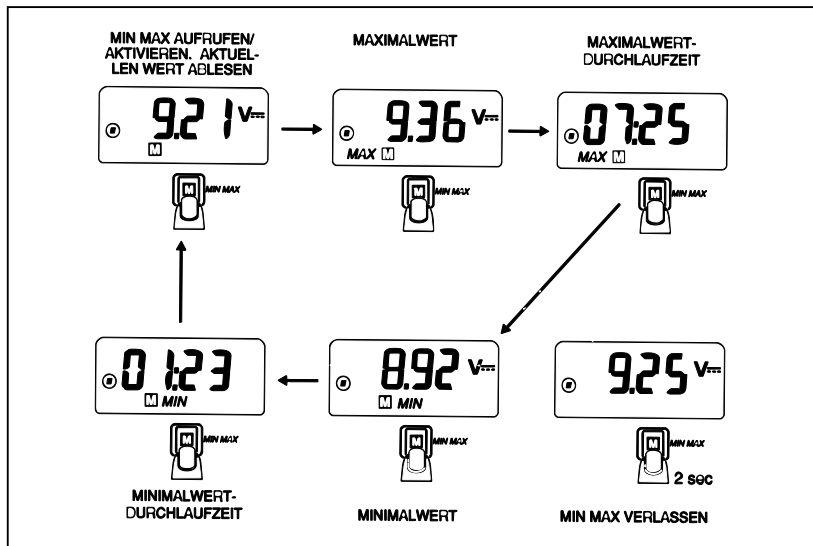

Abbildung 8. Maximal- und Minimalwerte mit Durchlaufzeit
5. Drücken Sie die [M]-Taste zum Durchschreiten der in Abbildung 8 gezeigten Anzeigesequenz.